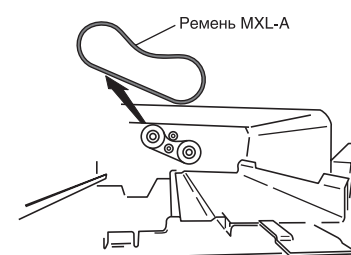

Рис. 8. Снятие приводного ремня MXL-A
2. Снимите ремень MXL-A (рис. 8).